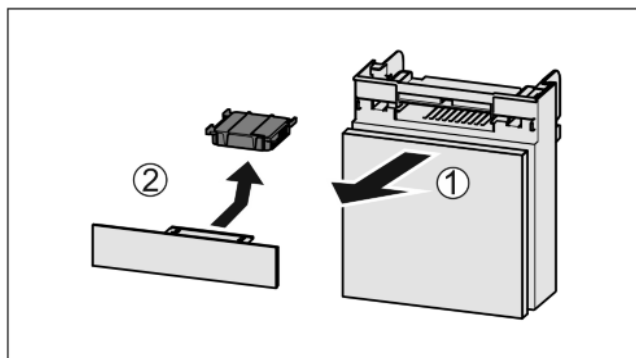

Fig. 49
- ▶ Вытянуть Fig. 49 (1) отделение движением вперед.
- ▶ Извлечение Fig. 49 (2) фильтра с активированным углем.